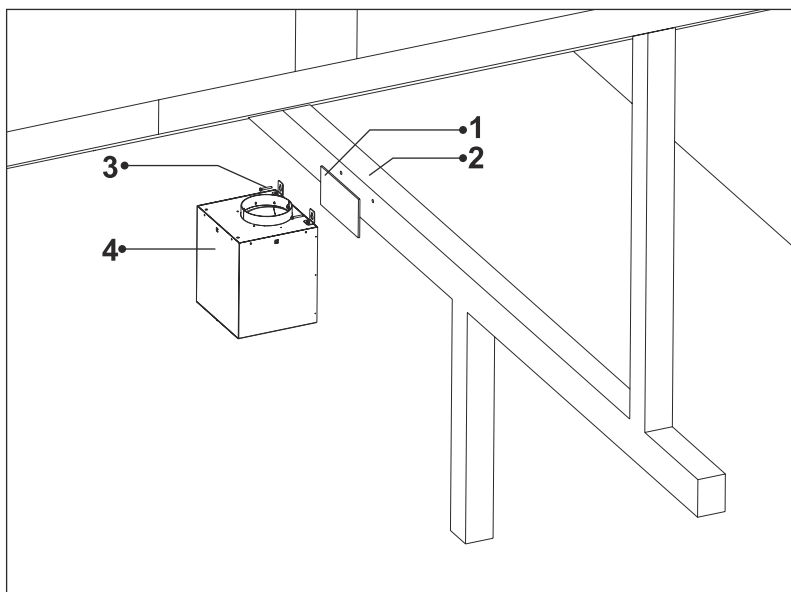

Fig. 29
10. ► Montera nu motorkabinettet på låsblecket med 2 x 5,5x60 mm skruvarna (Fig.29).